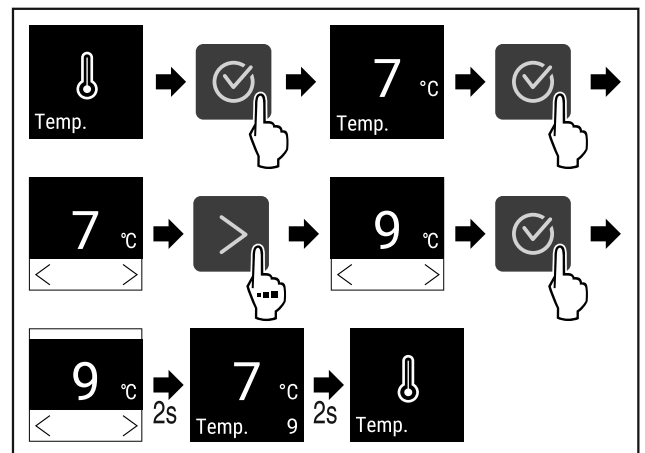

Fig. 67 Změna teploty ze 7°C na 9°C
- Provedte akční kroky (viz Fig. 67).